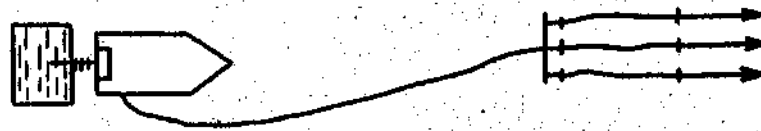

Рисунок 12
26. Визначити максимальну висоту підйому стволів, якщо вода від автонасоса подається до місця пожежі по рукавній системі, яка складається з магістральної лінії довжиною  $l$ , м і діаметром  $d$ , мм і 3-х робочих ліній, довжиною  $l$ , м та діаметром  $d$ , мм. Діаметр насадка  $d$ , мм, напір на насосі  $H$ , м. Рукава прогумовані. (Рис. 12).